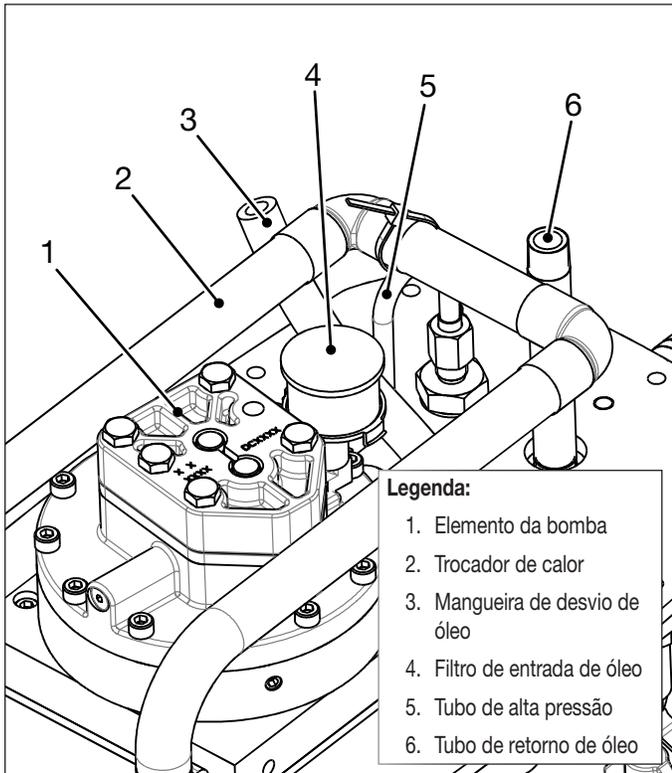

Figura 19: Inspeção e limpeza - elemento da bomba
**AVISO** Consulte a Figura 19 durante as etapas 12 a 15.